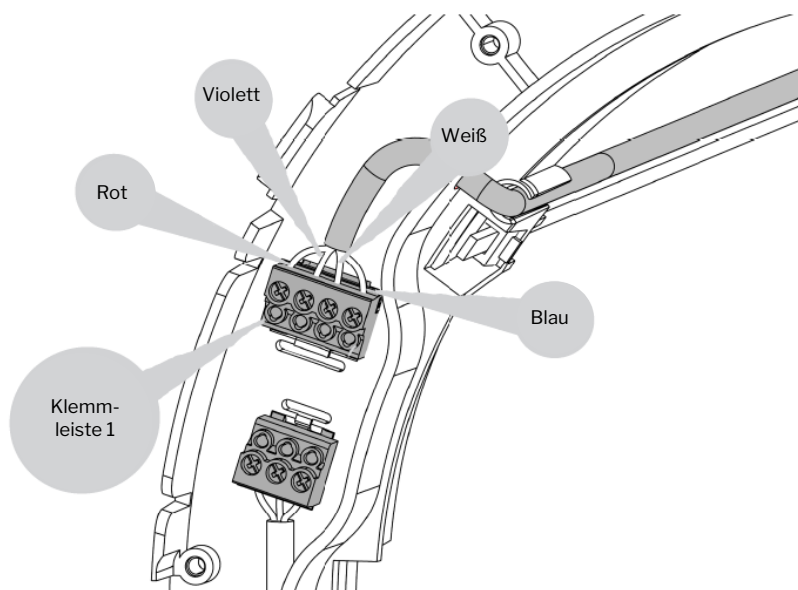

Abbildung 27-Anschluss des 24V-Kabels an Klemmleiste 1
2. Die Kabellänge anpassen und das Kabel in der Klemmleiste 1 mit dem in Abbildung 27- unten angegebenen Farbcode anschließen.